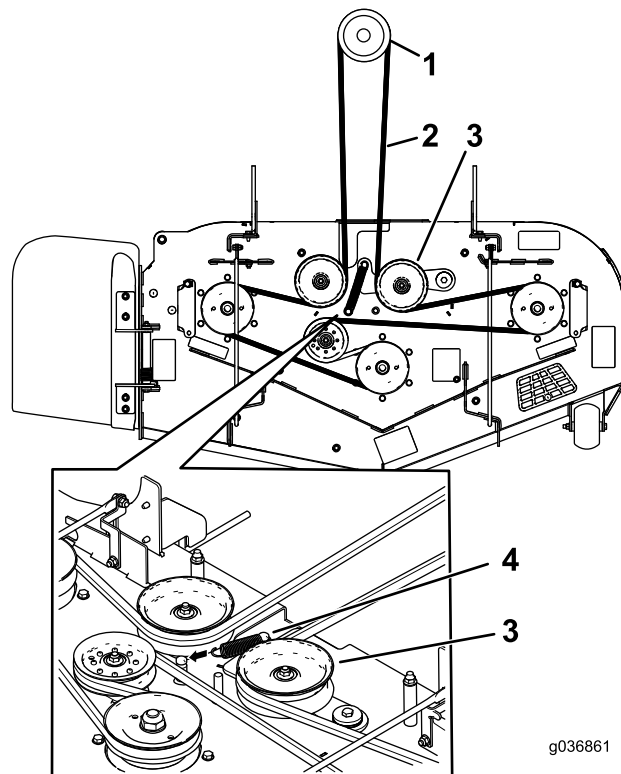

Figura 61
10. Pase la correa nueva alrededor de las poleas de la segadora y de la polea del embrague, debajo del motor (Figura 61).